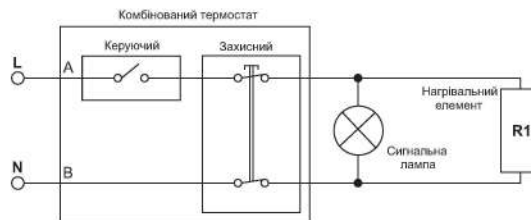
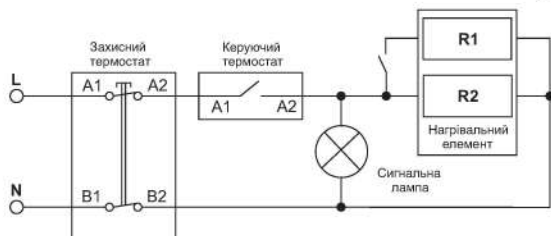

Рис. 7. Схема електрична для моделей E-series, O'Pro, EGO, O'Pro+, O'ProP
Рис. 8. Схема електрична для моделей Steatite (S4CM).
Підключення моделей O'Pro (PC) (рис. 7) та моделей D400-2-BC, D325-2-BC, EXPERT, TURBO (рис. 8, 9, 10):
Підключення моделей O'Pro (PC) (рис. 7) та моделей D400-2-BC, EXPERT, TURBO (рис. 8, 9, 10):